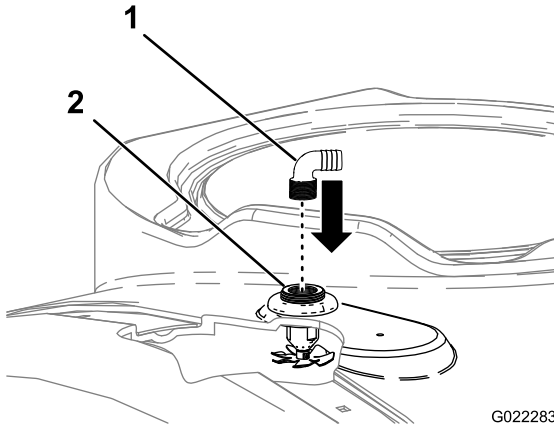

Figura 9
4. Instale los 2 conectores de manguera en los orificios roscados de los pasamuros de las boquillas de enjuague (Figura 9).